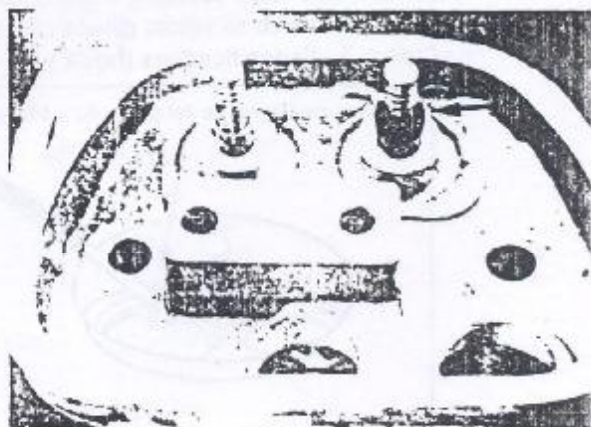

Figura 1.09.2 - Vedador da haste da válvula
5. Remover os vedadores das hastes das válvulas (Figura 1.09.2).
2. Instalar os vedadores das hastes das válvulas (Figura 1.09.2).